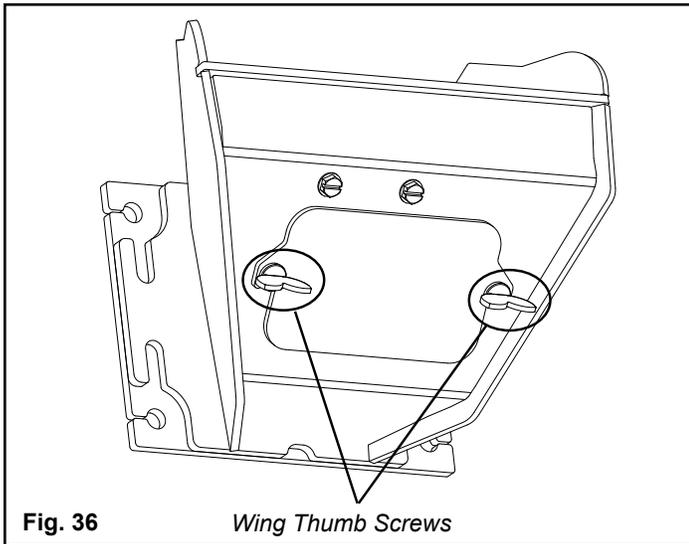

Fig. 36
2. Desserrer les vis (2) aile de pouce sur l'angle inférieur avant de le pot de combustion. Fig. 36